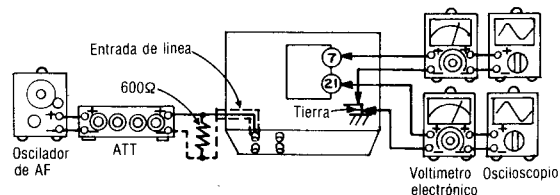

Fig. 10
1. La conexión del equipo de prueba se muestra en la Fig. 10.
3. Ajustar mediante atenuador de manera que la salida entre terminal ⑦ de IC401 (CH-I) {IC402 (CH-D)} y tierra sea 12,3mV.